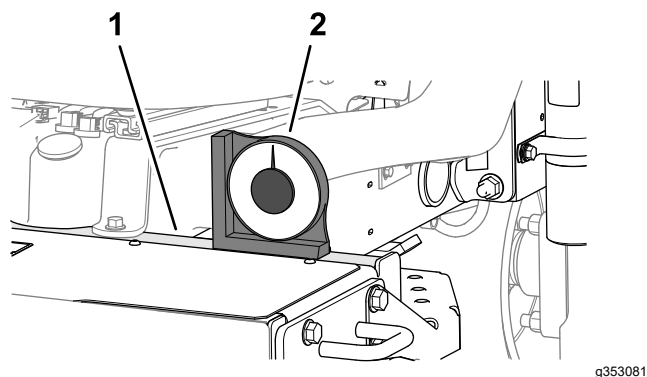

Figura 6
2. Verifique se a máquina está nivelada colocando um indicador de ângulo portátil (fornecido com o equipamento) no trilho transversal da estrutura, próximo ao tanque de combustível (Figura 6).